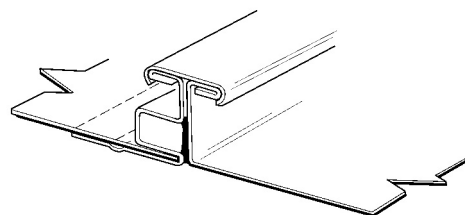

Fig. 2. PG-skarv, packning på skarvens ena sida.
- Vid montage av standardkanaler med längd 1170 samt 2340 används packning av typen BFPG-47 (mörkgrå). Se fig. 2.